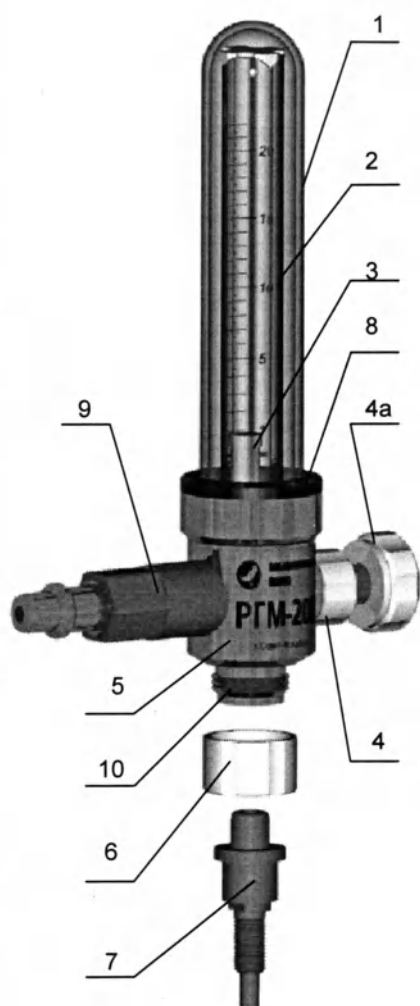

Рис. 1
в исполнении на рис.1: $\varnothing 35 \times 110 \times 180$ мм
Размеры даны без учета длины сменного выходного штуцера поз.7 (см. рис.1).
- сменный выходной штуцер поз.7 (см. рис.1),
- ГАКЕ 64.00.00 - с прямым включением в систему клапанную ГАКЕ 55.00.00; общий вид приведен на рис.1;
5.5. Расходомер комплектуется в зависимости от типа подключаемой дыхательной аппаратуры сменными выходными штекерами поз.7 различной конструкции (на рис.1 показан один из таких штекеров - "елочка"). Выходной сменный штекер уплотняется в выходном штуцере корпуса расходомера поз.10 с помощью резинового кольца, вложенного в специальный внутренний паз. Сменный штекер фиксируется в корпусе расходомера с помощью накидной гайки поз.6.